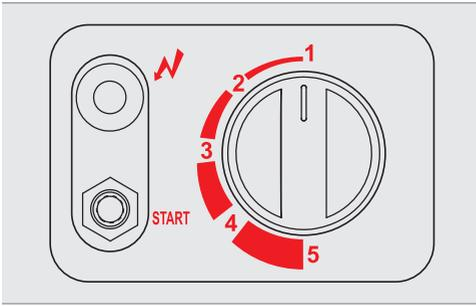

Abb. 5: Bedienfeld
2. Drehen Sie den **Temperaturregler** (Abb. 5) auf die **höchste Stufe** (5).
Drehen Sie den **Temperaturregler** (siehe Abb. 5) so, dass die Markierung auf die gewünschte Position zeigt. Ist die eingestellte Thermostat-Temperatur erreicht, schaltet der Ofen automatisch auf die kleinste Heizstufe (2,5 kW) zurück. Der Heizofen schaltet sich dabei nicht komplett ab.
Dieser Gas-Heizofen ist mit einem Thermostat ausgestattet. Mit Hilfe des Temperaturreglers (siehe Abb. 5) legen Sie die am Thermostat gefühlte Temperatur (=Thermostat-Temperatur) fest. Beachten Sie hierbei, dass die am Thermostat gefühlte Temperatur und die Raumtemperatur nicht exakt übereinstimmen. Abhängig von den jeweiligen Umgebungsbedingungen (z. B. Außentemperatur, Isolierung und vor allem aber Bodentemperatur) können die angegebenen Temperaturbereiche abweichen. Folgende Tabelle gibt einen Überblick über die verfügbaren Temperatur-Regelbereiche: